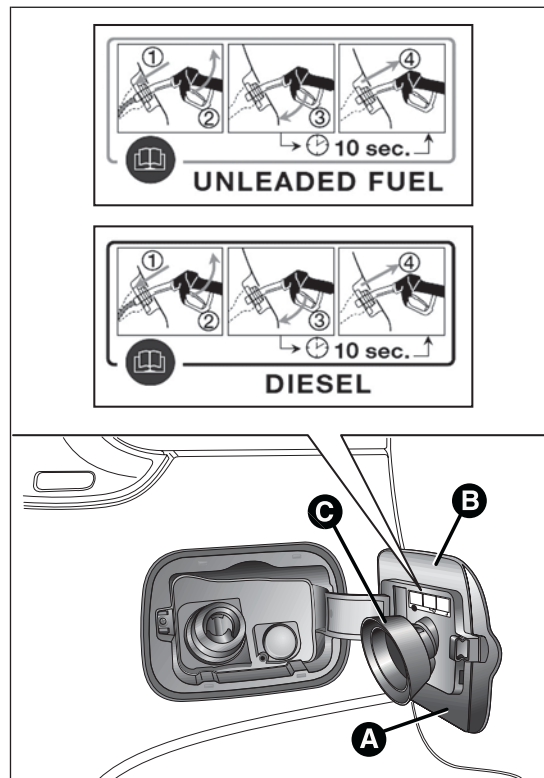

fig. 79
El procedimiento de repostado descrito a continuación se indica en la placa B fig. 79, situada en el interior de la tapa del depósito de combustible. En la placa también se indica el tipo de combustible (UNLEADED FUEL=gasolina, DIESEL=gasóleo).
- ☐ abrir la tapa A fig. 79 tirando de ella hacia el exterior;
La tapa A fig. 79 dispone de un capuchón guardapolvo C que, con la tapa cerrada, impide que queden restos de polvo en el extremo de la boca de llenado.